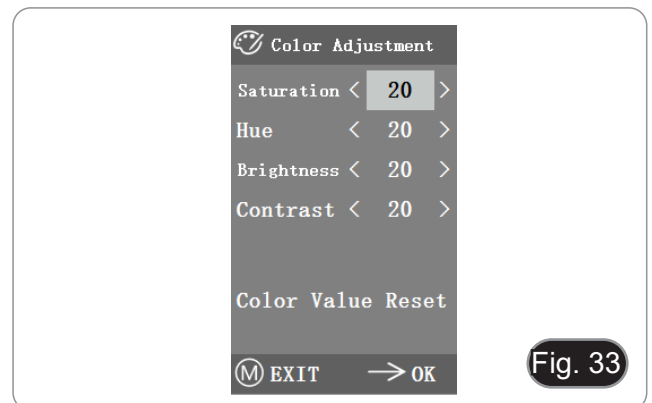

Fig. 33
1. Tras entrar en el menú de ajuste del color (Fig. 33), se pueden ajustar la Saturación, el Tono, el Brillo y el Contraste para que la imagen alcance el nivel deseado.